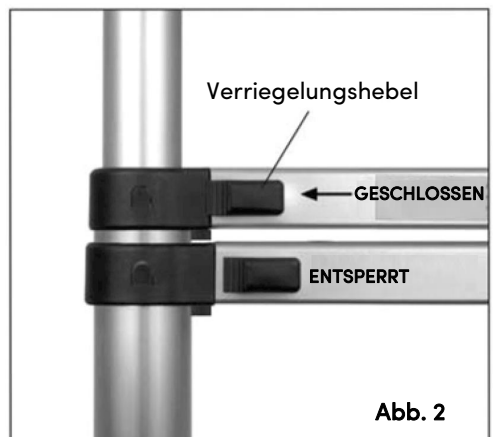

Abb. 2
- Ein Hebel in der Nähe der Seitenschiene zeigt an, dass der Mechanismus verriegelt ist. Ein vom Seitengitter entfernter Hebel zeigt an, dass es NICHT verriegelt ist (siehe Abb. 2).